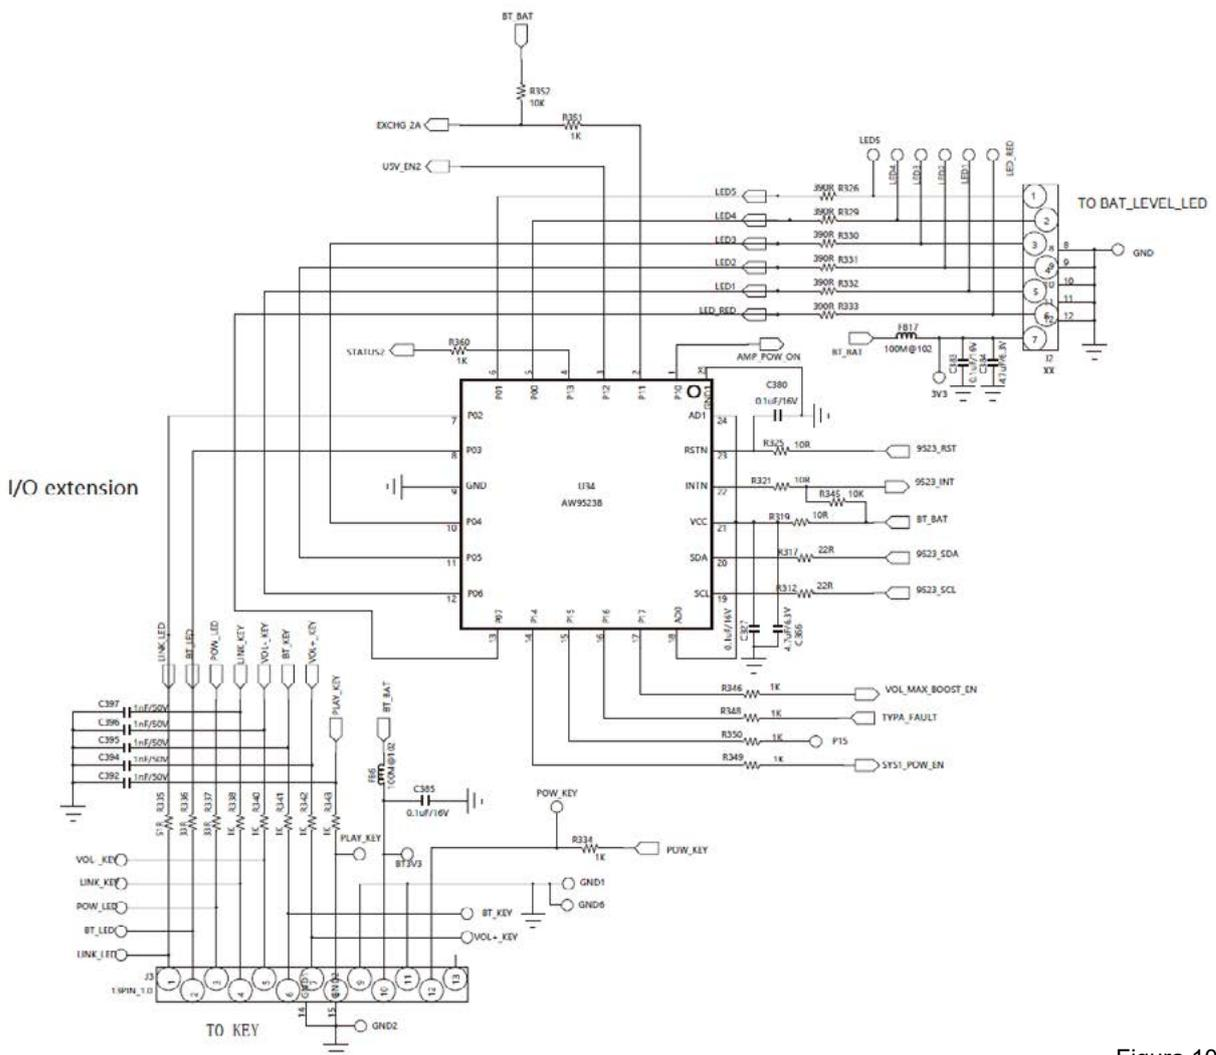

Figura 10
**O micro I/O (extensão)** – É um micro auxiliar do Bluetooth com algumas funções entre elas o controle e a verificação do nível de carga da bateria. Também pode ligar e desligar parte do equipamento. Ele se comunica com a bateria através da linha de dados e clock e assim monitora o funcionamento dela. Veja o circuito na figura 10.